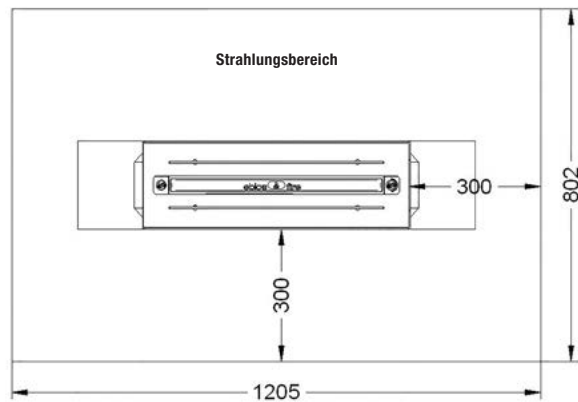

Abb. 4
Zu brennbaren Bauteilen, Möbeln, Dekorationen oder Vorhängen ist ein Mindestabstand von 300 mm (siehe Abb. 4) einzuhalten, um ausreichend Wärmeschutz zu gewährleisten! Oberhalb des ebios-fire-Möbel, bis zur Zimmerdecke (Deckenabstand > 1000 mm), dürfen sich keine Gegenstände befinden.
- Es dürfen keine brennbaren Gegenstände auf den freien Oberflächen des ebios-fire abgestellt oder abgelegt werden. Legen Sie keine Wäschestücke zum Trocknen auf die ebios-fire-Möbel. Ständer zum Trocknen von Kleidungsstücken sind nur außerhalb des Strahlungsbereichs aufzustellen (Abb.4)! **Brandgefahr!**